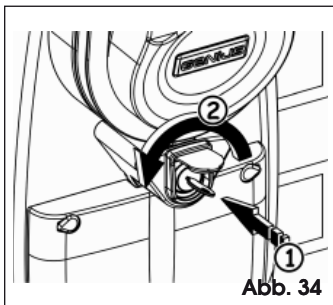

Abb. 34
1. Den ID-Schlüssel einsetzen und gegen den Uhrzeigersinn bis zum Anschlag auf „STOPP“ drehen, Abb. 34.